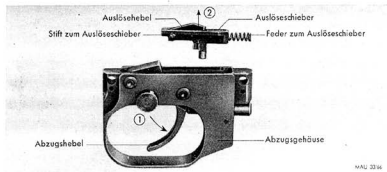

Abb. 66: MG 81; Herausnehmen des Auslöseschiebers
6. Zerlegen und Zusammensetzen des Abzuges (Abb. 66—72).
- 2 aus dem Abzugsgehäuse herausgenommen (Abb. 66). Die Feder zum Aus-löseschieber aus ihrer Bohrung nehmen. Den Stift zum Auslöseschieber heraus-drücken, sodann Auslösehebel, Feder zum Auslösehebel und Bolzen zum Aus-lösehebel herausnehmen.